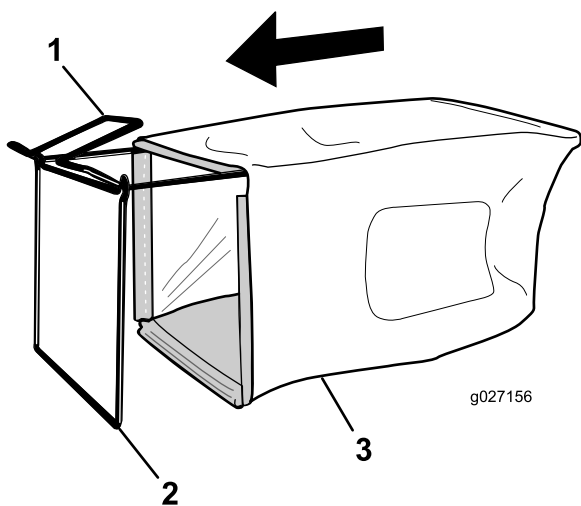

Figura 11
1. Infilate il cesto di raccolta sopra il telaio come illustrato in Figura 11.
**Nota:** Non infilate il cesto sopra la stegola (Figura 11).